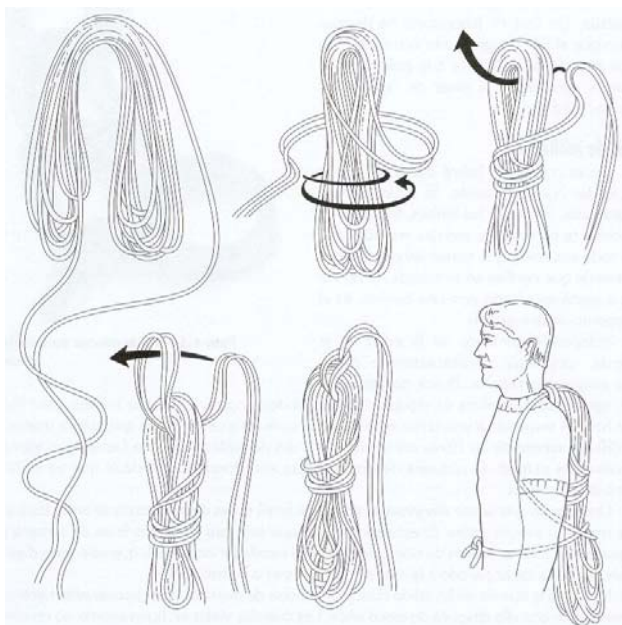

Figura 4. Técnica de mariposa para recoger la cuerda
- **Plegado de una cuerda:** El método tradicional de enrollar una cuerda en un gran lazo que puede llevarse sobre el hombro introduce rizos en la cuerda. La técnica de mariposa (ver figura 4), no riza la cuerda y resulta mucho más rápida si comienzas con los dos extremos en la mano y trabajas hacia el centro. La pega es que tienes que amontonar bien la cuerda antes de empezar a escalar. Si comienzas la mariposa desde un solo extremo, estará lista para escalar nada más desenrollarla.